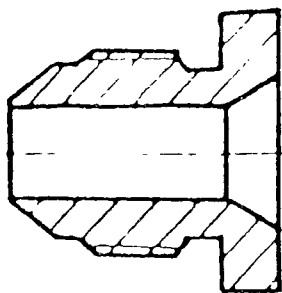

Рис. 6.29. Предохранительная втулка UMR-887R
19.7. Снятую трубку I6.75.0660 по пункту 19.5. прочистить проволокой \varnothing 1,5–2 мм. Внутренний канал трубки прочистить только со стороны крепления её к штуцеру суфлирования на сопловом аппарате на длине 15–20 мм. После этого гайку трубки навернуть на предохранительную втулку УМР-887R (рис. 6.29) до упора, предохраняя конус трубки от повреждений.